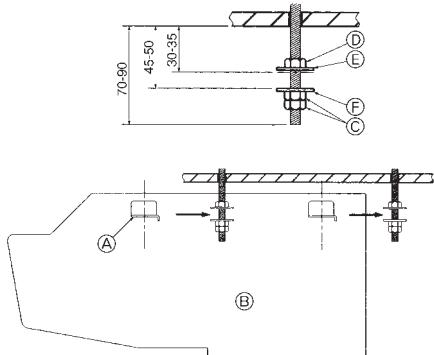

Fig. 3-6
3.3. Instalação da unidade interior (Fig. 3-6)